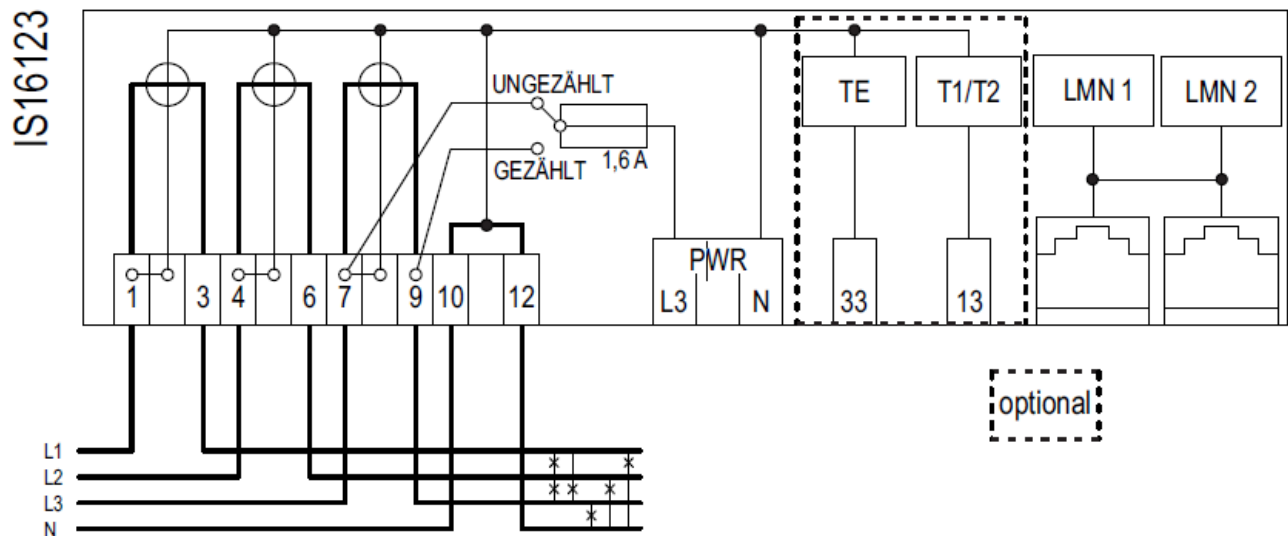

Bild 34: Anschlussdiagramm für den MT63x-D1/MT63x-D2 Zähler
2. Phasenleiter laut Anschlussdiagramm (siehe Bild 34) anschließen.